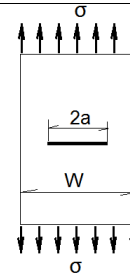

Figura 5
5. Uma placa de largura $W=20"$ contém uma trinca passante de comprimento $2a$ (Figura 5). O material possui $k_{IC}=30 \text{ ksi} \sqrt{\text{in}}$ e a tensão de escoamento $\sigma_e=70 \text{ ksi}$. Se deseja $C.S.=2$ para a tensão aplicada σ em relação à σ_e , qual será o comprimento da trinca permitido? (Diga: supor inicialmente o comprimento da trinca é bem menor que W , assim, o fator de correção da geometria $Y=1$. Após de obtenção do comprimento, verifique se a condição da hipótese $a/W \ll 1$, aí pode confirmar se o resultado obtido está válido ou não)